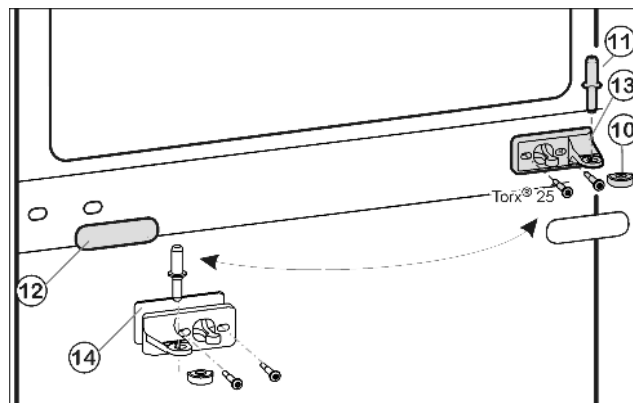
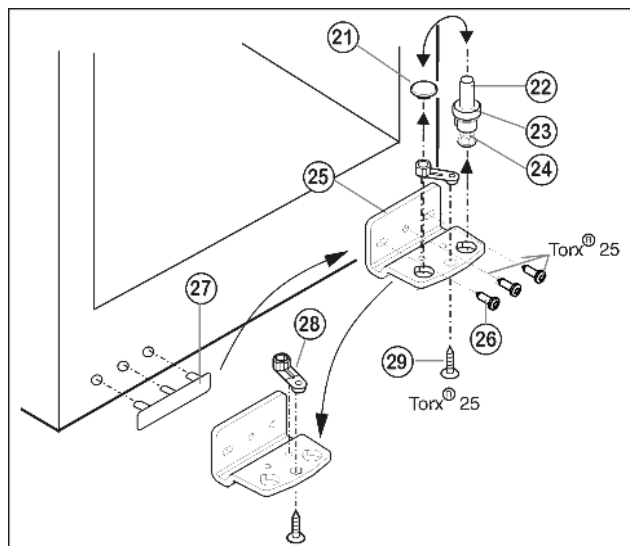

Fig. 8
Fig. 9
- ▶ Извадете лагерния болт в средата Fig. 8 (11) от лагерната опора и го извадете от долната врата.
- ▶ Изтеглете пластмасовата капачка Fig. 8 (10).
- ▶ Развийте лагерната стойка среда Fig. 8 (13) (2 x Torx® 25).
- ▶ Изтеглете внимателно покривната капачка Fig. 8 (12).
- ▶ Завийте **здраво (с 4 Nm)** лагерната опора среда Fig. 8 (13) с подложката Fig. 8 (14), обърната на 180°, върху новата страна на шарнира.
- ▶ Отново закрепете покривната капачка Fig. 8 (12) от новата страна на дръжката, като я обърнете на 180°.
- ▶ Издърпайте нагоре целия лагерен болт Fig. 9 (22), шайбата Fig. 9 (23) и крачето Fig. 9 (24).
- ▶ Свалете тапите Fig. 9 (21).
- ▶ Отвийте Fig. 9 (26) лагерната опора Fig. 9 (25).
- ▶ Развийте Fig. 9 (29) лагерния детайл Fig. 9 (28) и поставете в срещуположния поемащ отвор на лагерната опора, завийте отново.
- ▶ Внимателно повдигнете и поставете на другата страна покритието от страна на дръжката Fig. 9 (27).
- ▶ Завийте отново **здраво (с 4 Nm)** лагерната стойка долу Fig. 9 (25) от новата страна на шарнира, при нужда с помощта на акумулаторна отвертка.
- ▶ Отново поставете тапа Fig. 9 (21) в другия отвор.
- ▶ Отново поставете лагерния детайл Fig. 9 (22), с шайбата и крачето. При това обърнете внимание на това, фиксиращата гърбица да сочи назад.
- ▶ Поставете долната врата отгоре върху лагерния болт долу *Fig. 9 (22)*.
- ▶ Поставете пластмасовата капачка *Fig. 8 (10)* отново върху лагерната опора среда *Fig. 8 (13)*.
- ▶ Поставете лагерния болт среда *Fig. 8 (11)* от новата шарнирна страна през лагерната опора среда *Fig. 8 (13)* в долната врата.
- ▶ Поставете горната врата върху лагерния болт среда *Fig. 8 (11)*.
- ▶ Окачете вратата през двата удължени отвора в лагерната опора долу *Fig. 9 (25)*, регулирайте лагерната опора среда *Fig. 8 (13)* към корпуса на уреда. Развийте средния винт в лагерната стойка долу *Fig. 9 (25)*.